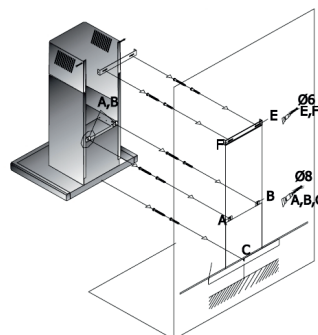

Рис. 19
2. Приложите монтажный шаблон (если он есть в комплекте) к стене на нужной высоте с учетом минимального расстояния от варочной поверхности и выровняйте его по уровню. Наметьте точки (A, B, C, D) на стене и просверлите в них отверстия диаметром 8 мм. Наметьте и просверлите отверстия диаметром 6 мм для монтажа планки крепления декоративного короба (E, F) (Рис.19) (в зависимости от модели вытяжки).